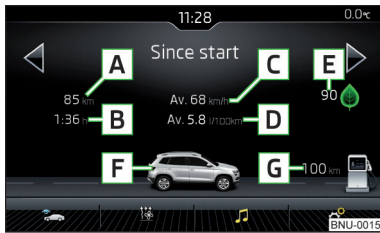

Abb. 39
**Bildschirmanzeige** » Abb. 39